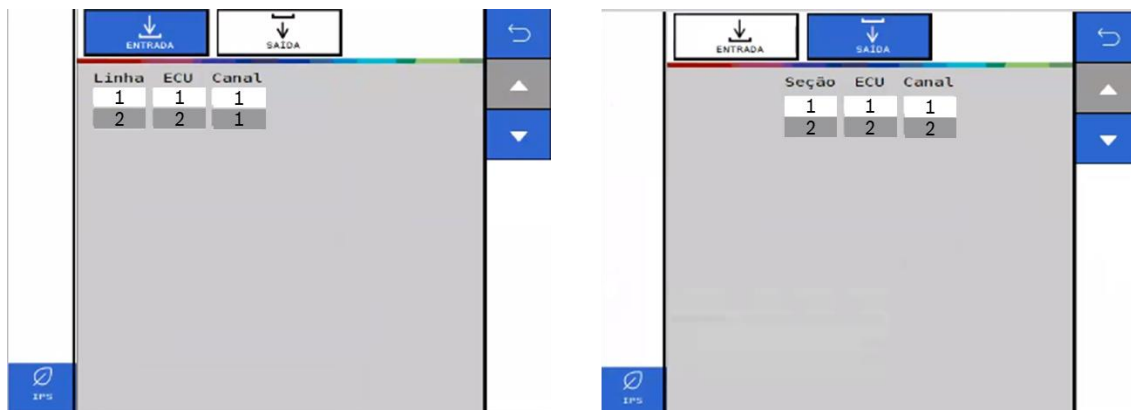

Figura 30- Menú resumen de entradas y salidas de fertilizante ISOBUS
- Vaya al menú de resumen de entradas y salidas, Figura 30, para ver la configuración que ha realizado.